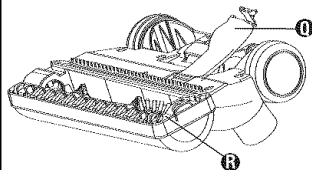
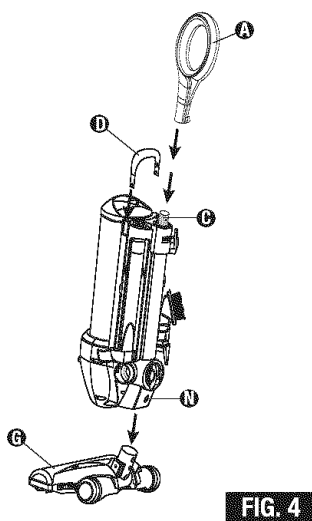
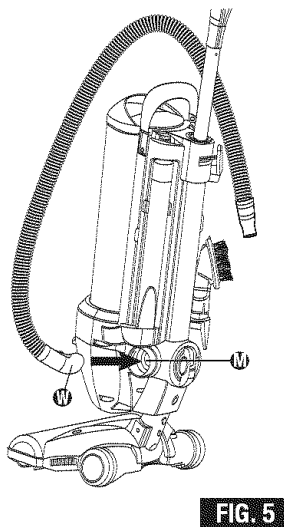

FIG. 3
FIG. 4
FIG. 5
- Ⓠ Clean out port (FIG. 3)
- Ⓡ Brushroll (FIG. 3)
- Ⓠ Entrada para despejar obstrucciones (FIG. 3)
- Ⓡ Cepillo circular (FIG. 3)
Align the lock button **(N)** on the floor nozzle **(G)** neck with the hole in the receiving tube on the main body. Push the lock button and slide the floor nozzle into the main body until it clicks into place. Push the lock button in and pull on the floor nozzle to remove it from the main body (FIG. 4).
With the cord hook facing the rear of the cleaner, slide the handle into place over the plastic adaptor (FIG. 4).
With the smaller side of the hose holder facing the front of the cleaner, insert into guide channels and snap into place (FIG. 4). Insert the hose end **(M)** with the guide tabs into the hose coupling **(N)** and twist counter clockwise to lock (FIG. 5).
Alinee el botón traba **(N)** en la garganta de la boquilla para pisos **(G)** con el agujero en el tubo receptor en el cuerpo principal de la aspiradora. Oprima el botón traba y deslice la boquilla para pisos en el cuerpo principal hasta que se trabaja en su lugar. Oprima hacia adentro el botón traba y jale la boquilla para pisos para quitarla del cuerpo principal (FIG. 4).
Con el gancho del cordón mirando hacia la parte posterior de la aspiradora, deslice el mango a su sitio sobre el adaptador plástico (FIG. 4).
Con el lado pequeño del soporte de la manguera mirando hacia el frente de la aspiradora, insértelo en los canales guía y colóquelo a presión en su sitio (FIG. 4). Inserte el extremo de la manguera **(M)** con las lengüetas guías en el acople de la manguera **(N)** y hágala girar hacia arriba e izquierda (FIG. 3).